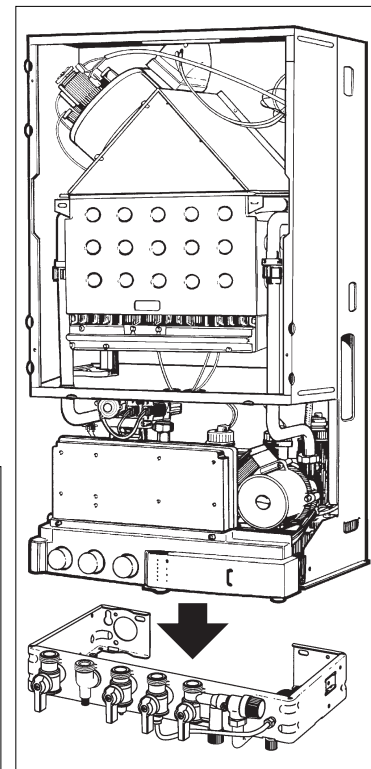

Fig. 10
- Présenter la chaudière au dessus de la barrette, la laisser descendre sur celle-ci (fig. 10).
- Mettre en place les différents joints, "**G**" (caoutchouc) sur le gaz, + le filtre eau "**F**" sur l'eau froide, et serrer les raccords des tubes de liaison en commençant par le tube gaz (fig. 10 a).
Fig.10 a
Fig.10 b